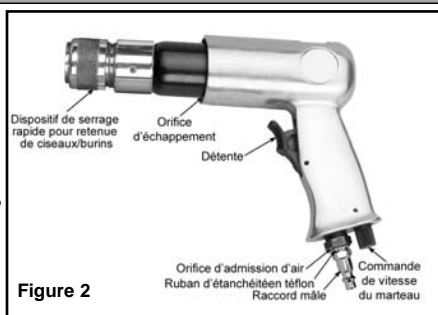

Figure 2
- Installez un raccord mâle 1/4 po NPT à l'orifice d'admission d'air de l'outil (voir Figure 2). **Remarque :** **Enveloppez toutes les extrémités filetées à l'aide de ruban d'étanchéité en téflon.**